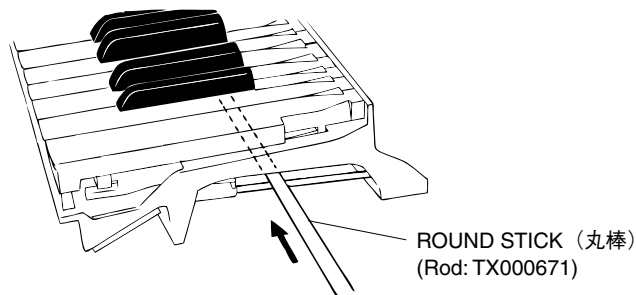

Fig. 16 (図 16)
(Fig. 16)
- ※ シートをはずす前に、接点ゴムを歪ませないように、フレームとハンマーの間に丸棒 (ロッド: TX000671) を挿入しておきます。(図 16)